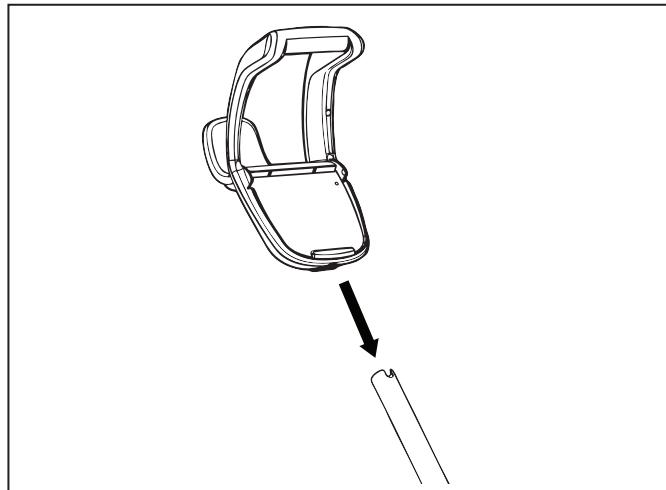

Figura 6. Fije la manija del carro
7. Deslice la base de la unidad de control/manija del carro hacia abajo por el tubo de metal hasta que quede en su lugar. (Ver Figura 6).